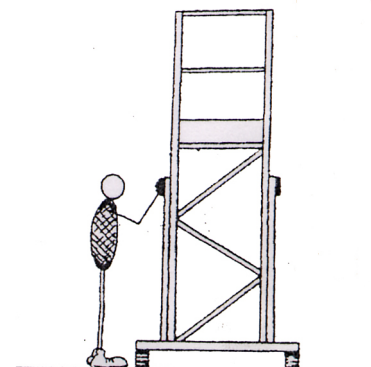

Fig. 6
7. Riagganciare la cerniera rimanente (Fig. 6).
Per la chiusura della scala seguire l'operazione alla rovescia partendo dalla Fig. 6 fino alla 1.